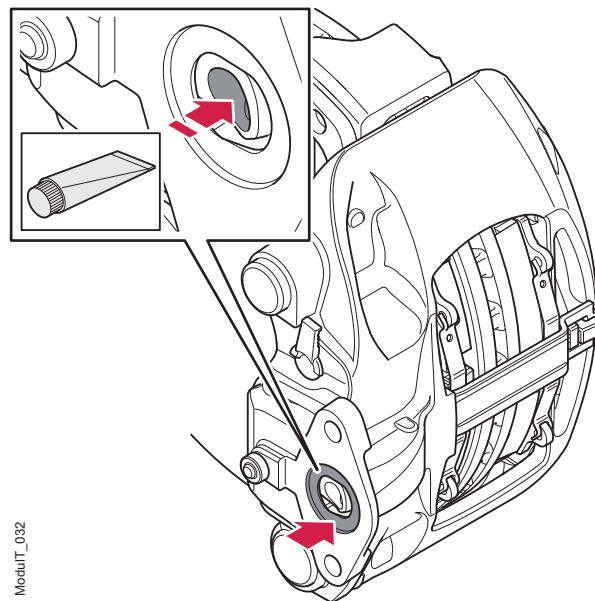

Figura 38. Operación previa al montaje de la cámara de freno
3. Compruebe que la superficie de la pinza en contacto con la cámara de freno esté limpia de suciedad, humedad y corrosión. Haga la misma comprobación en la cara de acoplamiento (A) y en la junta de la cámara de freno. Véase la figura 38.